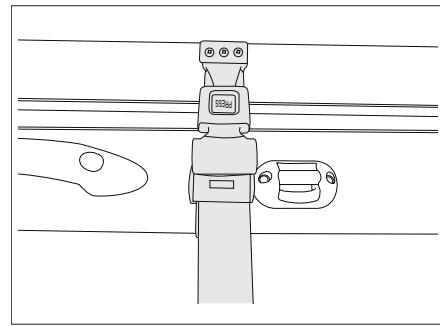

Bild 154 Säkerhetsrem höjbar säng, manuell
■ Säkra den höjbara sängen i taket (Bild 154) med säkerhetsremmen.